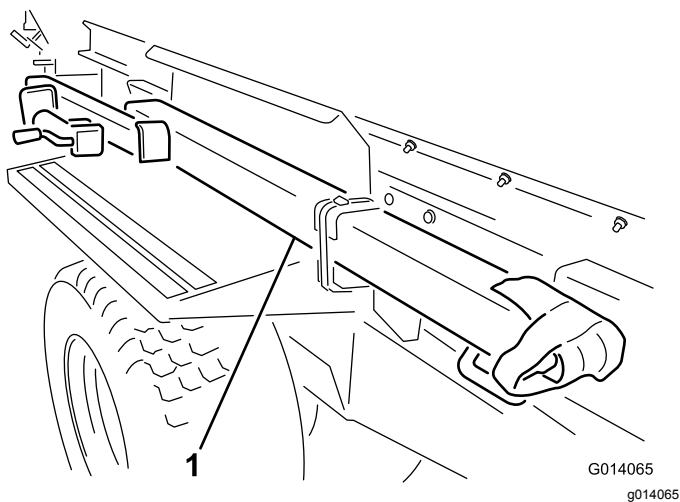

図 3
3. ヒッチをフェンダに縛り付けている紐を切断して、ヒッチを取り出す図3。フェンダについている出荷用のブラケットを二つとも外して廃棄する。